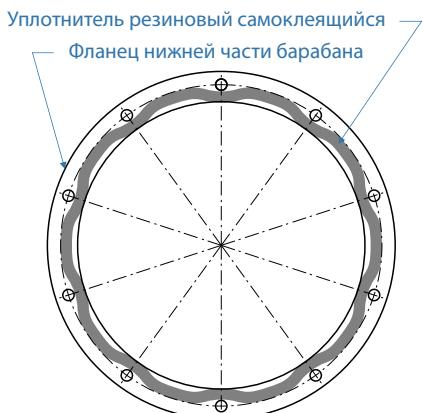

Рис. 8(б)
5. По боковой поверхности фланца дна, вдоль окружности, выверните болты M6 с шайбами поз. 10 и поз. 11 (рис. 8(а)), которые крепят секторы венца поз. 1 к смесительному барабану.